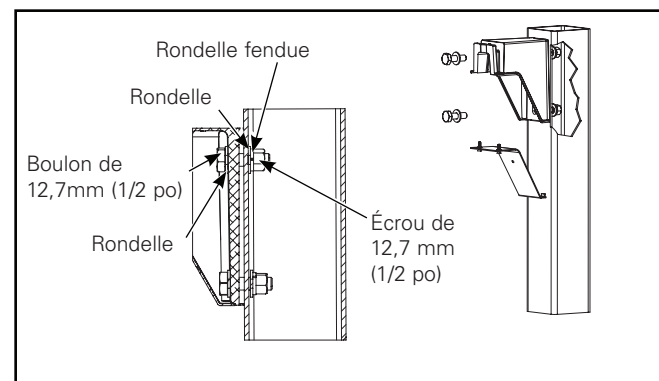

Figure 9.
3. Utilisez la quincaille de 12,7 mm (1/2 po) pour fixer fermement le bras de montage au poteau. Serrez les boulons à un couple de 54,2 Nm (40 pi-lb). (Figure 9)